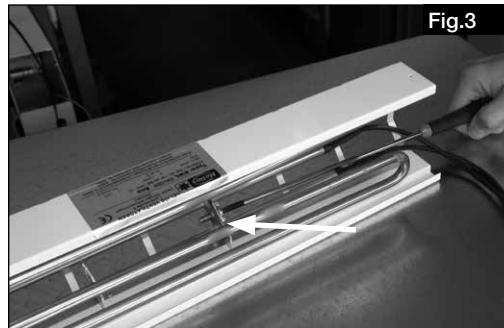

Fig.3
2. Desserrer la vis de fixation de l'élément chauffant (Fig.3).